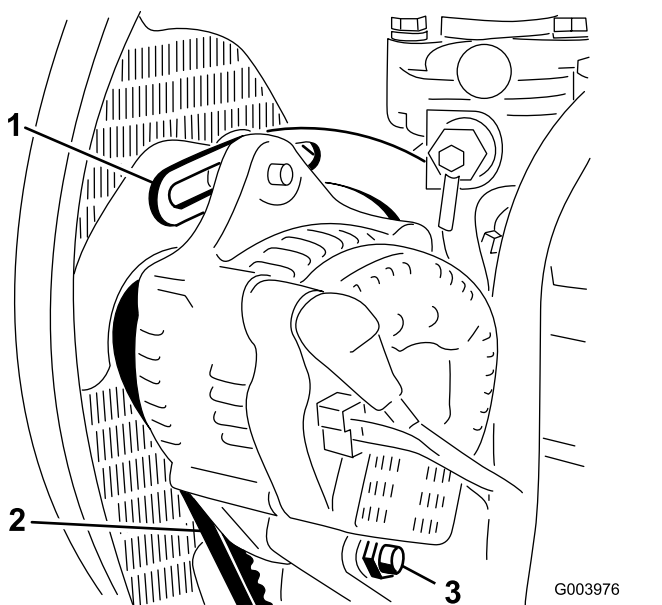

Figura 48
2. Compruebe la tensión de la correa del alternador flexionándola (**Figura 48**) en el punto intermedio entre las poleas del alternador y del cigüeñal con una fuerza de 10 kg (22 libras).
3. Afloje el perno que fija el tirante al motor (**Figura 48**), el perno que fija el alternador al tirante, y el perno de pivote.